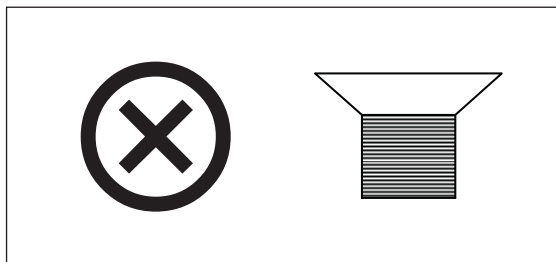

Fig. 8-4: Elemento di fissaggio per clamp
1. Posizionare la clamp sulla piattaforma, allineando il foro di montaggio con il foro sulla piattaforma. Fissare in posizione la clamp servendosi delle viti con testa piatta a croce in dotazione (# S2116-3051, 10 – 24 x 5/16 pollici). Per identificare le viti adeguate, (vedi Fig. 8-4 a pag. 44), poiché insieme alle clamp vengono forniti tre diversi tipi di vite.